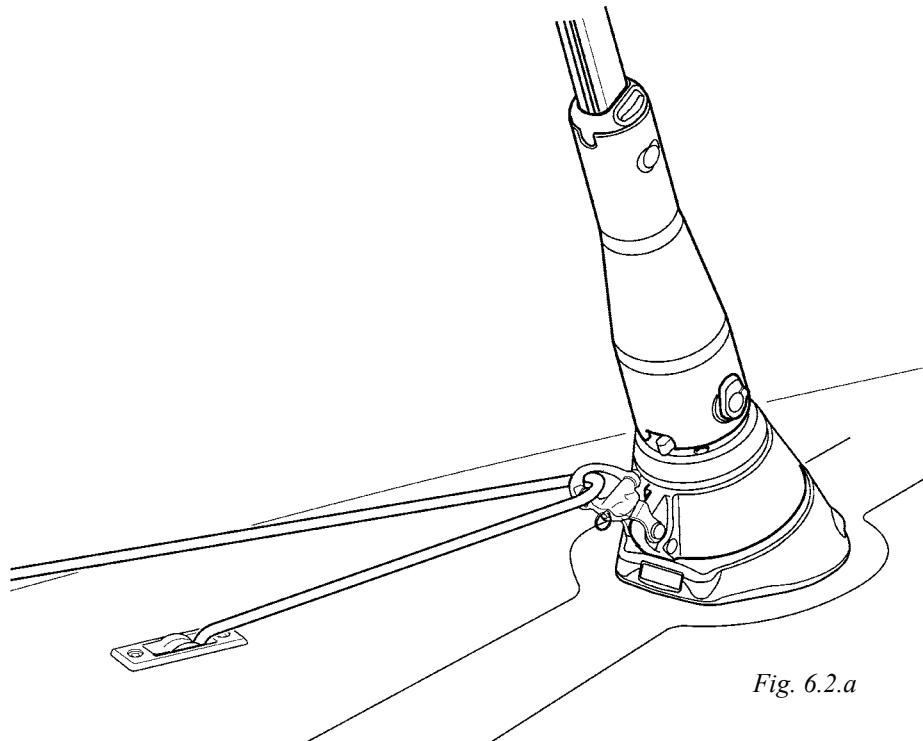

Fig. 6.2.a
- Enroulez la bosse sur le tambour en faisant tourner l'enrouleur à la main sur environ 30 tours. Lorsque la bande anti-UV de la voile est cousue à *tribord*, la bosse d'enroulement doit sortir du tambour à *bâbord*. Dans ce cas, enroulez la bosse en tournant le profil *dans le sens des aiguilles d'une montre*. Si la bande anti-UV est cousue à *bâbord*, tournez le profil d'enroulement *dans le sens opposé aux aiguilles d'une montre*. La bosse d'enroulement sort alors à *tribord* du tambour. Passez la bosse dans le mousqueton de point d'amure comme illustré fig 6.2.a. afin d'éviter tout risque de déroulement accidentel.